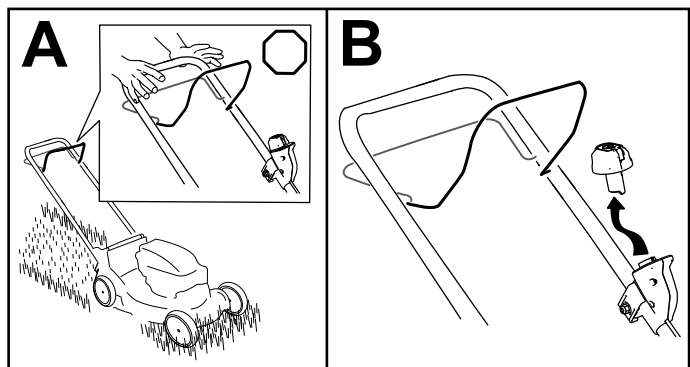

Рисунок 15
1. Отпустите штангу управления ножом (вид А на Рисунок 15).
2. Выньте кнопку электрического запуска из электрического стартера (вид В на Рисунок 15).